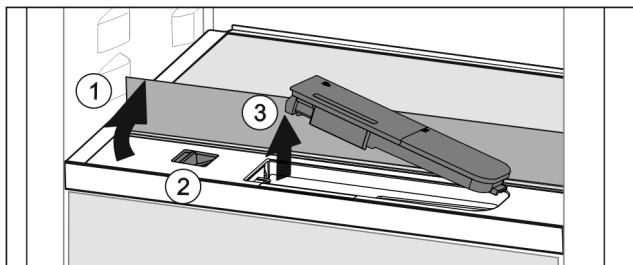

Fig. 87
- Повдигнете стъклената плоча и я завъртете до ограничителя назад Fig. 87 (1).
- Преместете пъзгача Fig. 87 (2) наляво.
- Извадете резервоара за вода Fig. 87 (3).